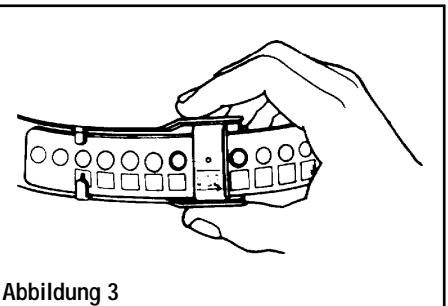

Abbildung 3
2. Drücken Sie die Schnalle zusammen, um den Einstellungsmechanismus zu lösen, und legen Sie das Kopfband um den Kopf. Drücken Sie die Schnalle weiterhin zusammen, während Sie das Kopfband auf den Kopf ziehen. Das Kopfband paßt sich der Kopfgröße automatisch an und rastet ein, wenn Sie den Griff lösen (siehe Abb. 3). Das Kopfband sollte bequem und dennoch fest sitzen.